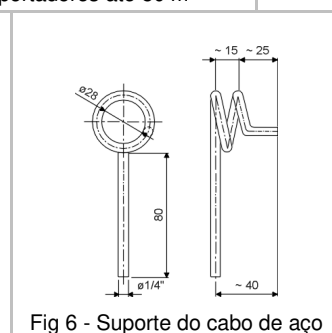

Fig 6 - Suporte do cabo de aço
- Devem existir suportes para o cabo de aço (Fig. 6) a cada 2 metros.